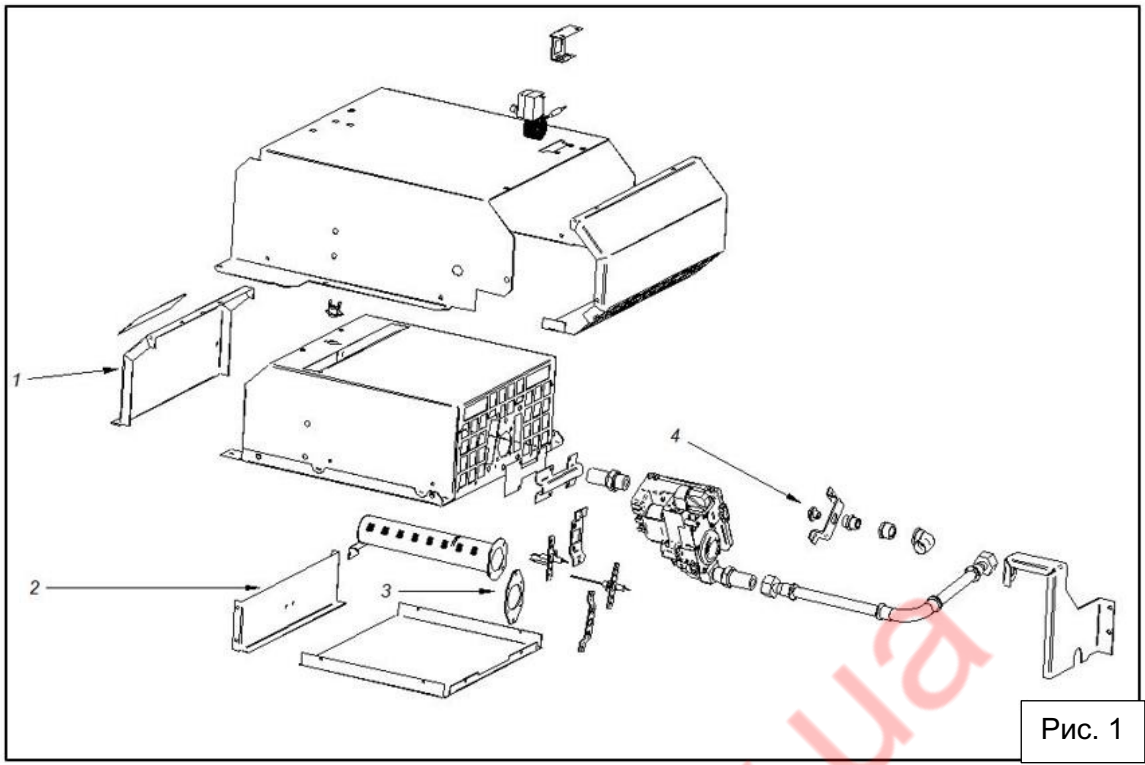

Рис. 1
- 1- Знайти інжектор № 4 (див. рис. 1) у нижній частині акумулятора. Для цього необхідно витягти деталь № 1 назовні за допомогою шестигранного ключа № 4, після цього відкриється доступ до деталі № 2, яка, у свою чергу, також витягується назовні за допомогою того ж ключа. Після зняття двох кришок з'явиться доступ до розбирання опори пальника (деталь № 3) за допомогою шестигранного ключа № 4. Тепер потрібно відкрутити інжектор за допомогою балонного ключа №13;